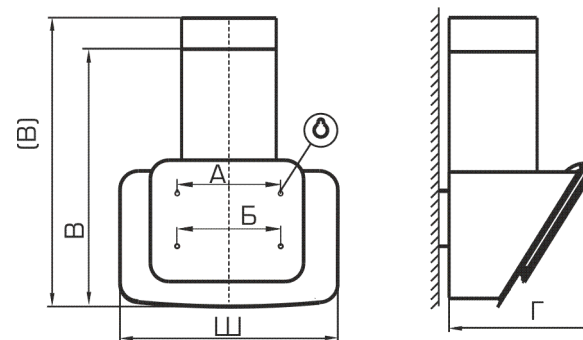

рис. 2
- вверните два самонарезающих винта 6x50 мм (размер А, рис. 2);
- навесьте вытяжку через отверстия типа «замоная скважина» и дополнительно закрепите ее двумя самонарезающими винтами 6x50 мм (размер Б, рис. 2).